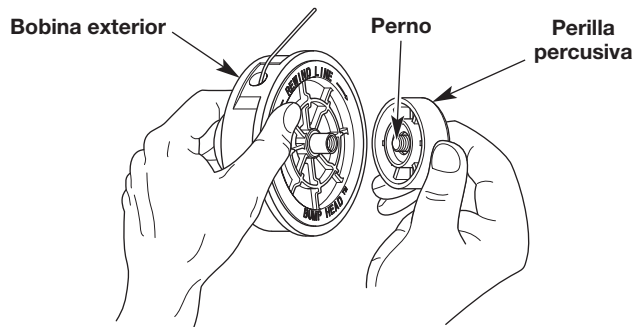

Fig. 15
1. Sostenga la bobina exterior con una mano y desenrosque la perilla percusiva en sentido contrario a las agujas del reloj (Fig. 15).